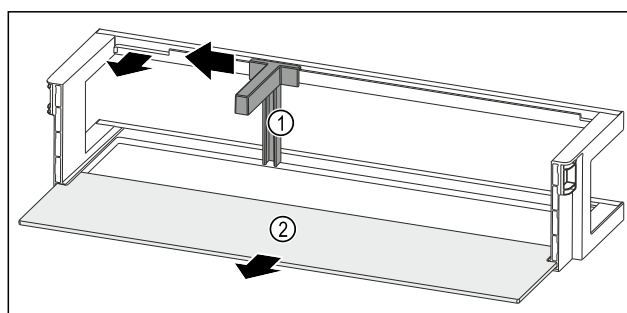

Fig. 181 Balconnet de contre-porte avec range-bouteilles et tablette de rangement
- Pousser le range-bouteilles Fig. 181 (1) sur le côté jusqu'à l'évidement.
- Retirer le range-bouteilles Fig. 181 (1).
- Retirer la tablette de rangement Fig. 181 (2).